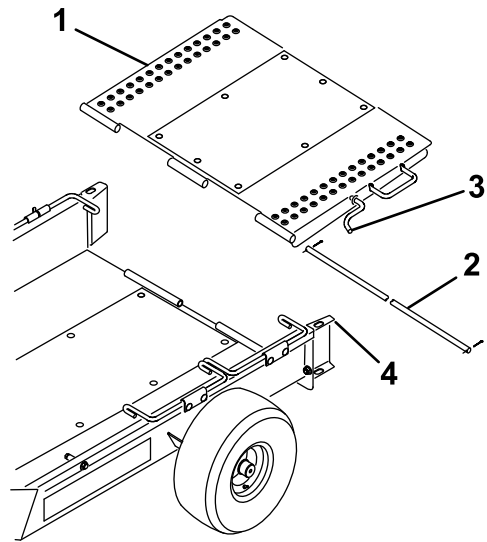

图3
5. 用铰链杆和 2 个开口销将拖车坡道安装到拖车底板的后面（图3）。
6. 将拖车坡道向上转动，并将坡道门锁挂入车轮导轨顶部的孔中（图3）。
8. 将拖车坡道向上转动，并将坡道闩锁挂入车轮导轨顶部的孔中（图3）。